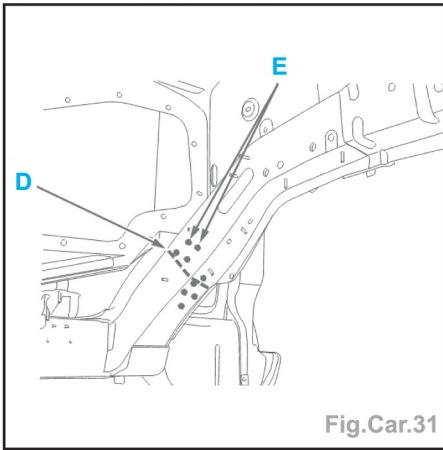

Fig.Car.31
- Souder par cordons successifs au MIG (suivant D) (Fig.Car.31).